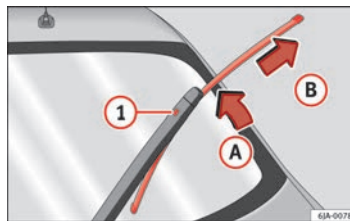

Abb. 68 Scheibenwischerblatt für Heckscheibe
- Klappen Sie den Scheibenwischerarm von der Scheibe ab, wobei Sie das Wischerblatt leicht in Richtung des Arms bewegen – Pfeil A ⇒ Abb. 68.
- Entriegeln Sie mit der anderen Hand die Sicherung ① und ziehen Sie das Wischerblatt in Pfeilrichtung ② ab.